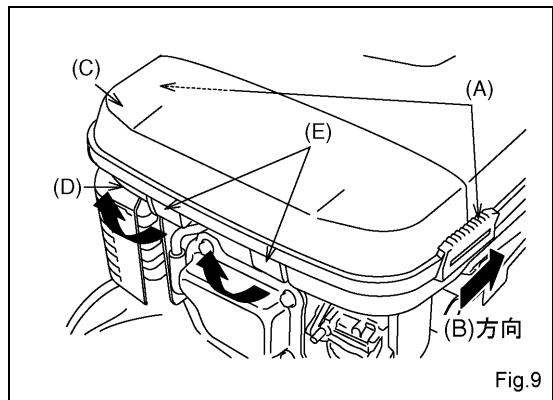

Fig.9
(1) 両側の止め金 (A) を (B) の方向に動かしてエアクリーナケース (C) とエアクリーナボディ (D) の締め付けをゆるめます。次に 2 つの掛金 (E) を両手で引きながら天方向へ引き上げてエアクリーナケースをエアクリーナボディから外して下さい。(Fig.9)